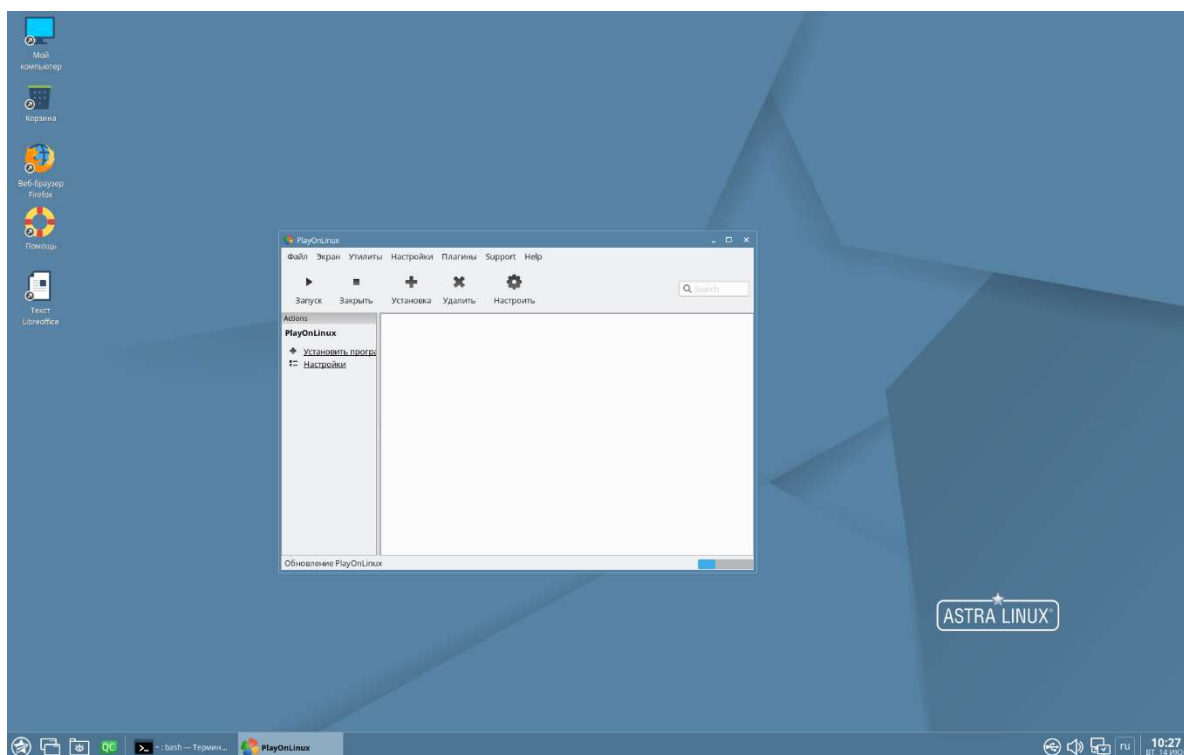

Рис. 9.25 Запуск приложение PlayOnLinux
5. Запустите приложение «**PlayOnLinux**» (Рис. 9.25), и нажмите на надпись «**Установить программу**».